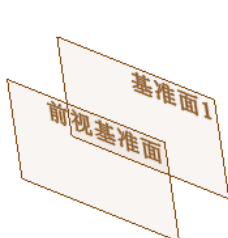

图 3.30.2 基准面 1
Step2. 创建图 3.30.2 所示的基准面 1。选择下拉菜单 **插入(I)**  **参考几何体(G)**  **基准面(E)...** 命令，选取前视基准面为参考实体，采用系统默认的偏移方向；输入偏移距离值 70.0。